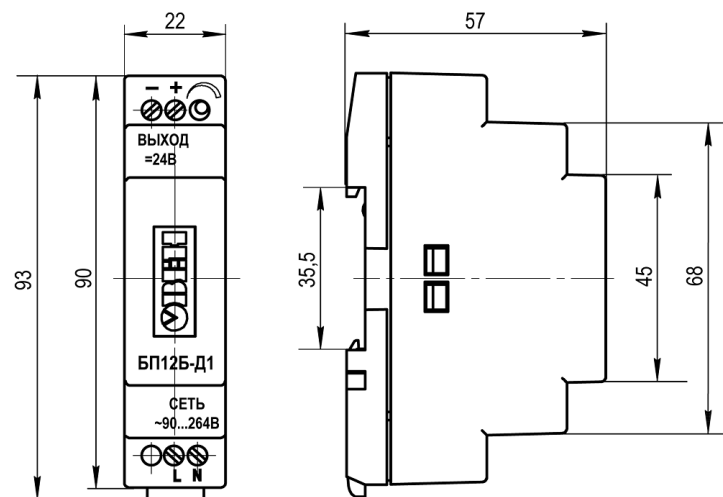

Рисунок 5 – Внешний вид, габаритные и установочные размеры прибора
1. Убедиться в наличии свободного пространства для подключения прибора и прокладки проводов (см. *рисунок 5*). Подготовить место на DIN-рейке.
1. Убедиться в наличии свободного пространства для подключения прибора и прокладки проводов (см. *рисунок 5*).